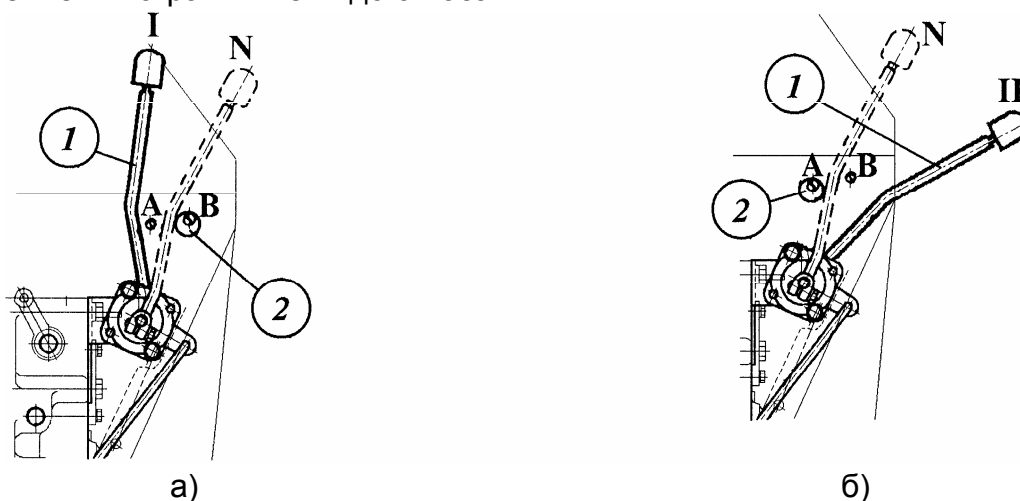

Рис. 29. Управление ВОМ
1. Установите зависимый или синхронный режим рычагом 1 (рис. 29) управления.
Для установки зависимого режима (см. рис. 29, а):
Для установки синхронного режима работы (см. рис. 29, б):